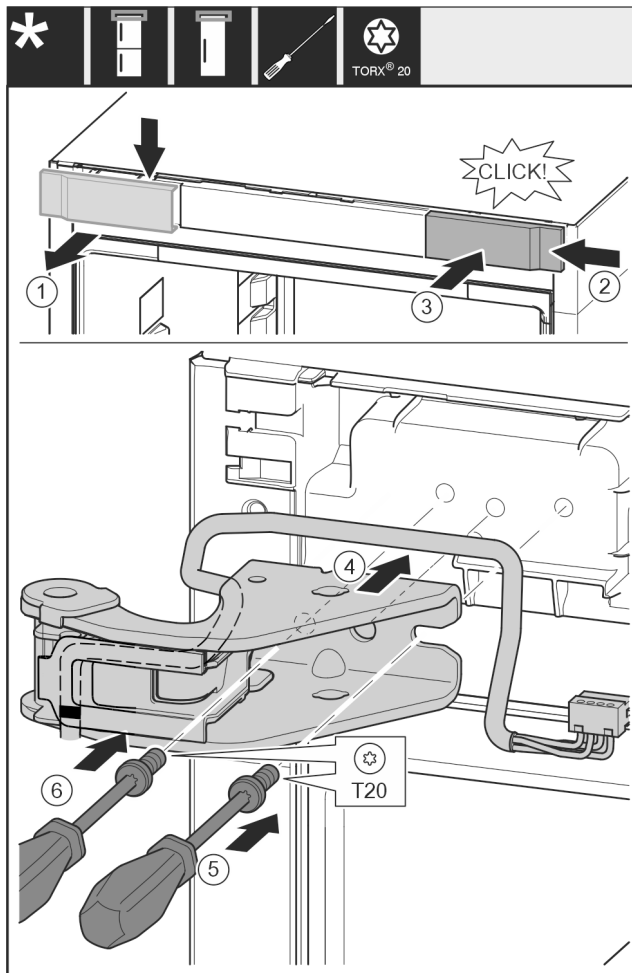

Fig. 32
- ▶ Wyjąć osłonę od góry do przodu. Fig. 32 (1)
- ▶ Osłonę obrócić o 180° założyć z drugiej strony od prawej. Fig. 32 (2)
- ▶ Zazębić osłonę. Fig. 32 (3)
- ▶ Założyć górną płytkę zawiasu. Fig. 32 (4)
- ▶ Śrubę założyć przy pomocy śrubokręta T20 i mocno dokręcić. Fig. 32 (5)
- ▶ Śrubę założyć przy pomocy śrubokręta T20 i mocno dokręcić. Fig. 32 (6)